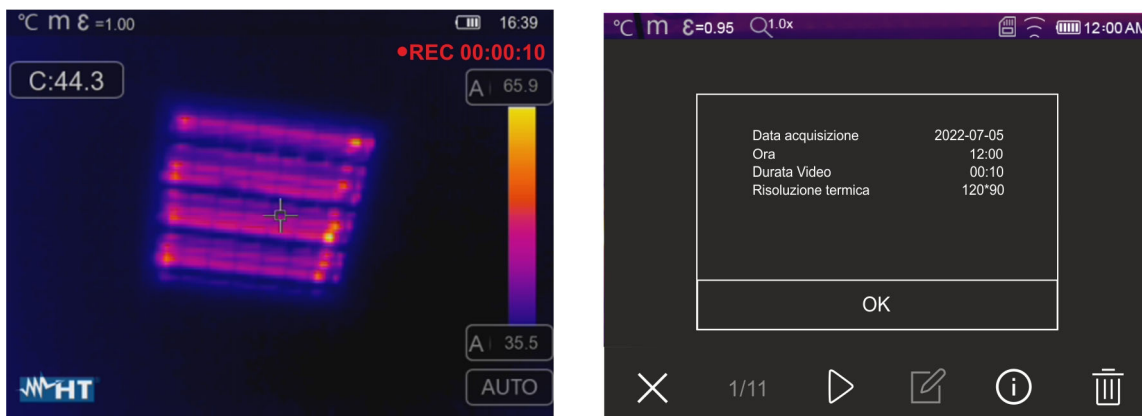

Fig. 48: Registrazione video IR
1. **Premere e tenere premuto il tasto** **per almeno 2s.** L’indicazione “REC” e il tempo di registrazione sono mostrati nella parte alta ad indicare la registrazione in corso (vedere Fig. 48)